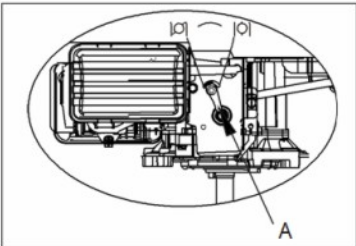

Fig 2B A. Gashendel
b) Zet de gashendel in de chokestand . (Fig 2B)